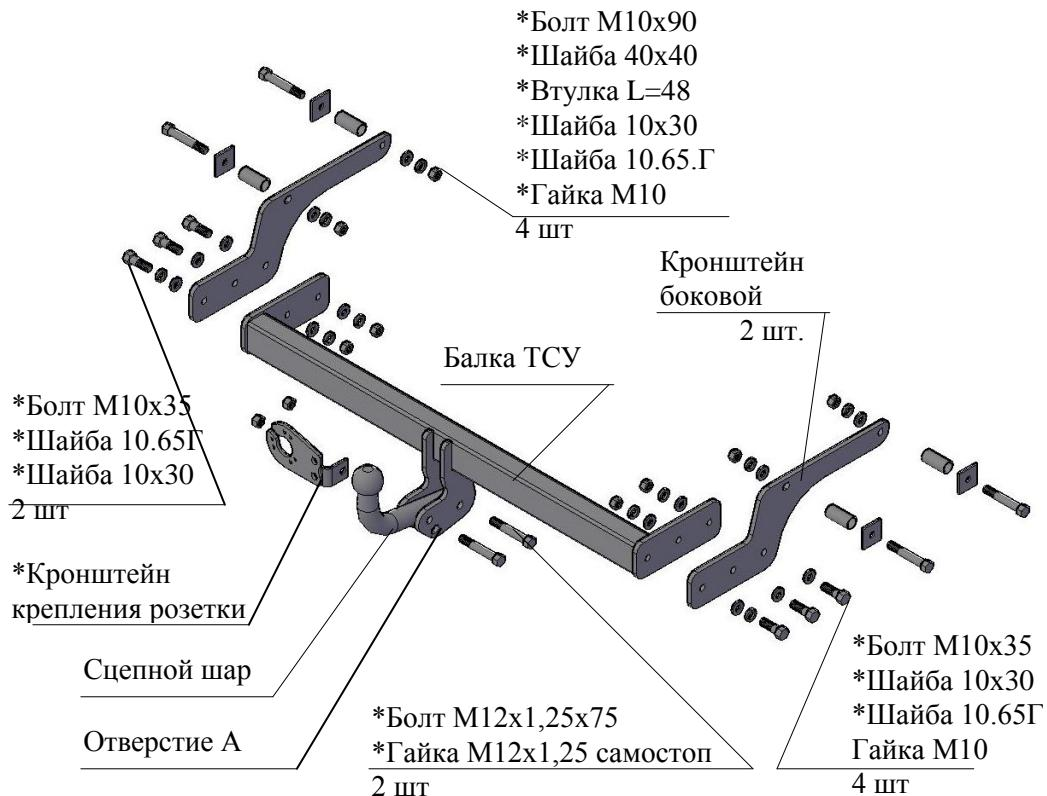

Рис.1 Тягово-сцепное устройство ТСУ 9011 Рено Логан. 2
2.1 ТСУ 9011 в сборе (рис.1)	1 шт.
2.2. Пакет комплектующих (рис.1) Паспорт (руководство по эксплуатации)	1 шт.